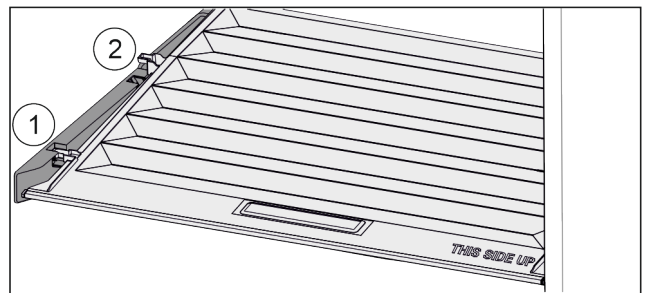

Fig. 58
- ▶ Veko potiahnite dopredu až k otvoru v prídržných dieloch Fig. 58 (1).
- ▶ Vzadu ho nadvihnite zospodu a zložte smerom nahor Fig. 58 (2).